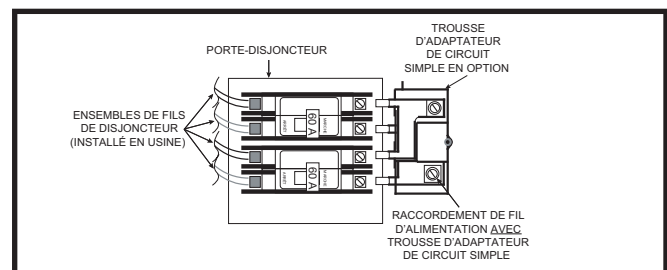
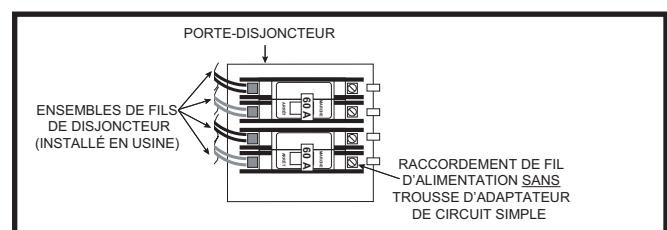

Figure 14. Trousse d'adaptateur de circuit simple en option
Figure 15. Installation des fils d'alimentation
- Les modèles -012 sont câblés en usine pour un circuit d'alimentation de dérivation simple (trousse de circuit simple installée en usine). Il est possible d'utiliser un circuit de dérivation double en retirant la trousse à circuit simple installée en usine. Voyez la Figure 14.
4. Insérez un ou des fils d'alimentation dans les connecteurs de câbles, puis raccordez ces fils aux disjoncteurs (Figure 14 et Figure 15). **REMARQUE :** Pour installer la trousse de circuit simple, effectuez l'étape 5. Si l'installation de la trousse de circuit simple n'est pas requise, passez à l'étape 6. Un écarteur est fourni et il doit être installé pour renforcer le site où ledit fouet / écarteur entre dans l'appareil. Brisez cet écarteur en deux pour utiliser la taille appropriée.